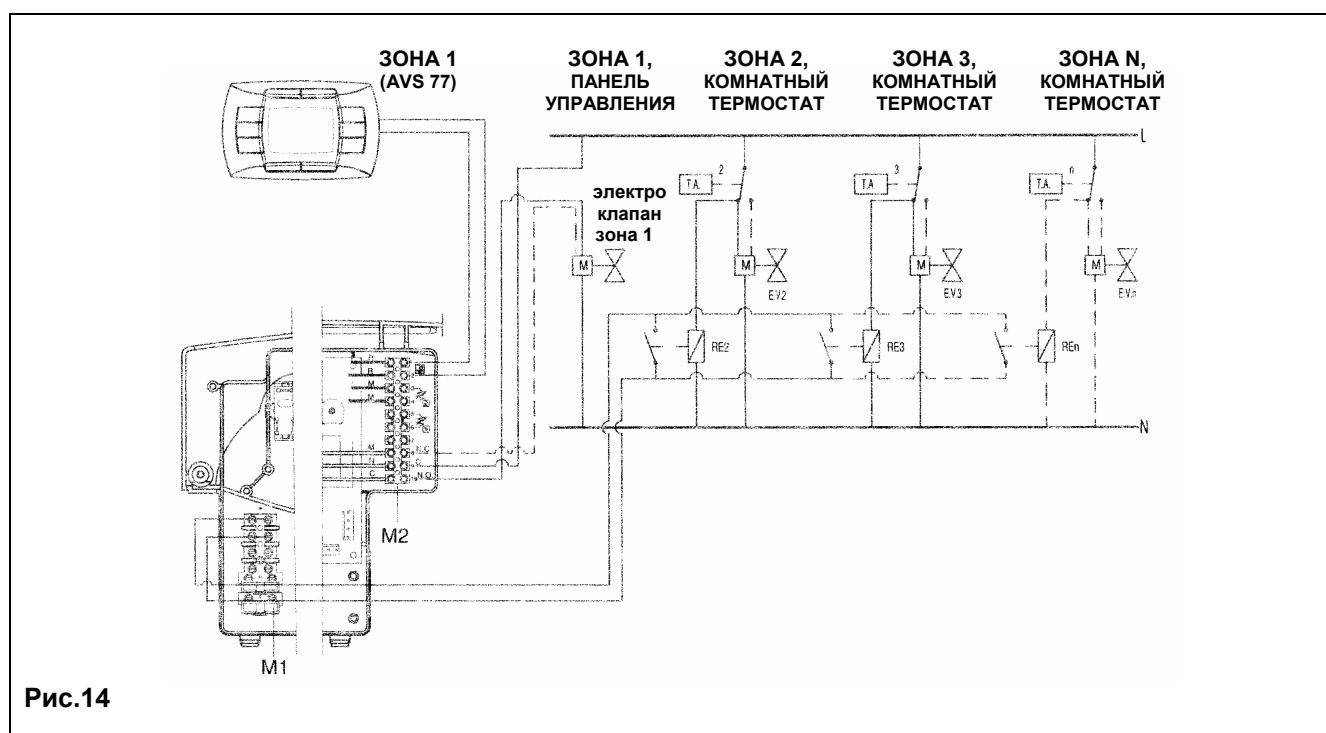

Рис.14
**Клемма 8-9-10:** электропитание для зонального клапана (рис.14).
В котле предусмотрена возможность подсоединения зонального оборудования. Климатический регулятор AVS 77 может использоваться как комнатный термостат одной из зон, в то же время для контроля остальных зон могут применяться обычновенные комнатные термостаты (для присоединения к клеммной колодке см. параграф 16). Схема присоединений показана на рис.14.